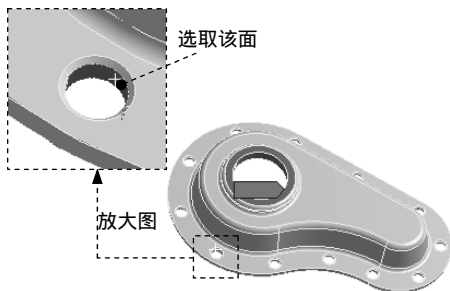
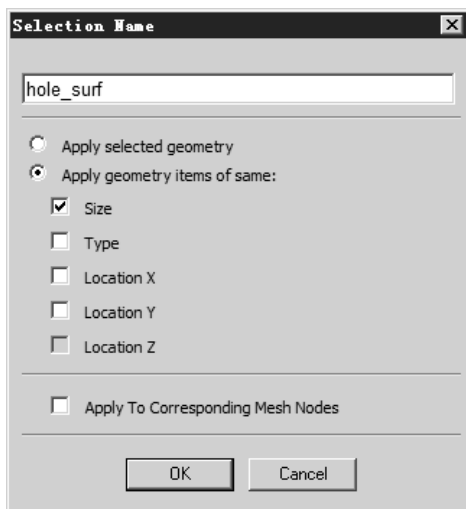

图 2.6.13 选取曲面 (二)
图 2.6.14 “Selection Name”对话框
(1) 选择命令。在图形区选中图 2.6.13 所示的曲面对象并右击，在弹出的快捷菜单中选择 **Create Named Selection** 命令，弹出图 2.6.14 所示的“Selection Name”对话框。
(2) 在“Selection Name”对话框中输入名称 hole_surf，选中 **Apply geometry items of same:** 单选项和 ☒ **Size** 复选框，单击 **OK** 按钮。